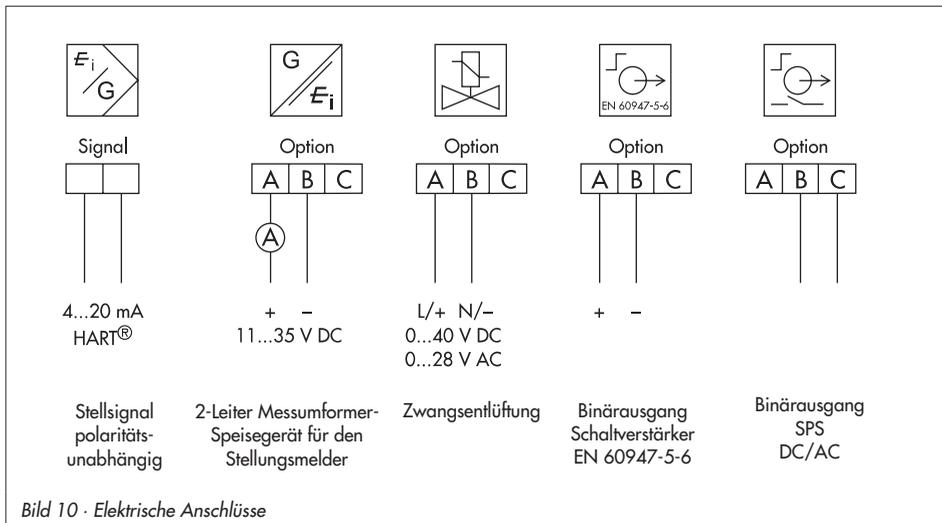

Bild 10 · Elektrische Anschlüsse
Die Anschlussbelegung ist Bild 10 bzw. dem Typenschild zu entnehmen.
- ▶ Bei Ausführung mit Zwangsentlüftung die Spannungsversorgung nach Bild 10 anschließen.